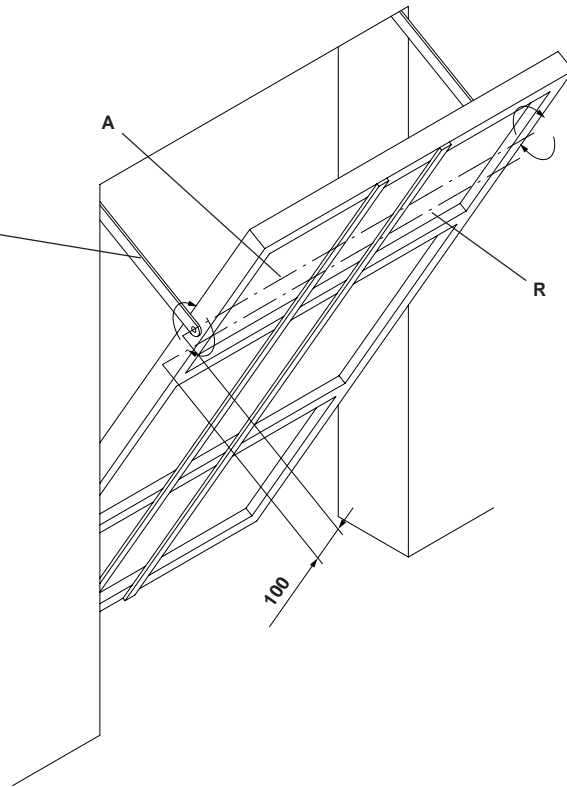
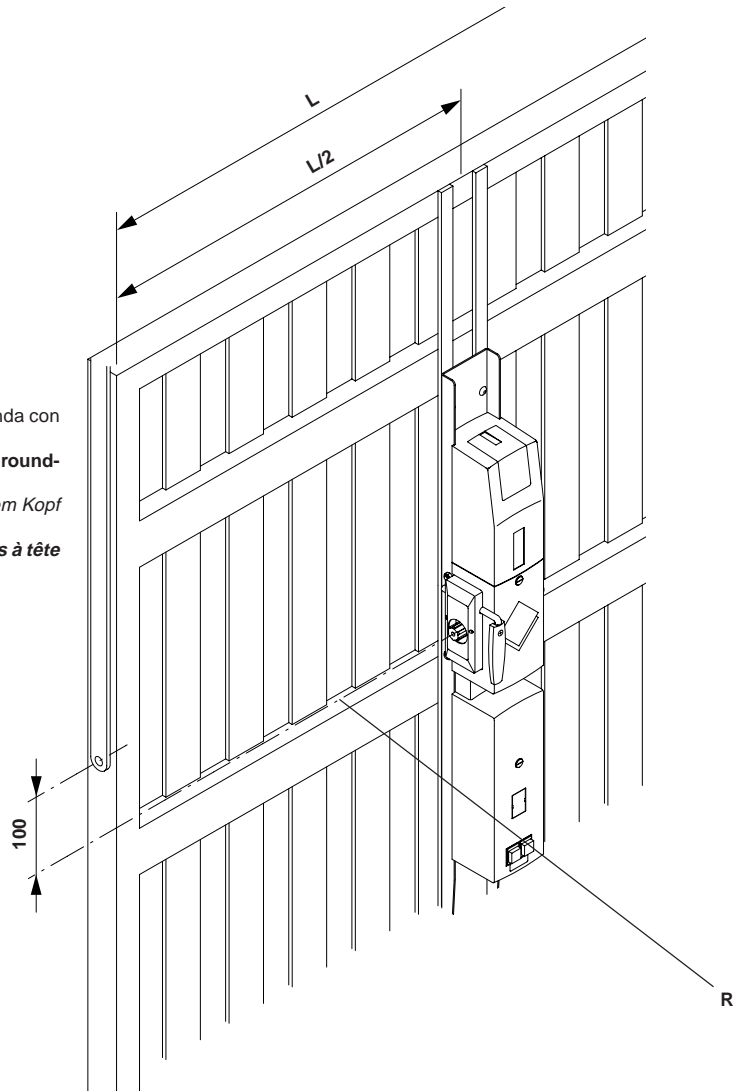

Fig.1
Fig.2
Individuato l'asse di rotazione della porta basculante A, determinare l'asse R passante inferiormente alla distanza di 100 mm (fig. 1); questo è l'asse dell'albero scanalato uscente dal motoriduttore.
Ancorare quindi la piastra del motoriduttore alla porta seguendo le indicazioni della fig. 2.
**5.2 Once found the overhead door rotation axis A, determine axis R, 100 mm underneath (fig. 1); this is the splined shaft axis coming from the ratiomotor. Now, secure the ratiomotor base to the door as per fig. 2.**